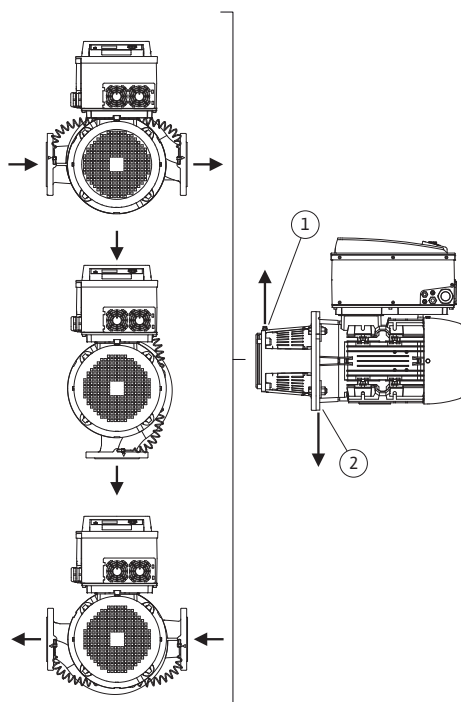

Fig. 14: Lubatud paigaldusasendid horisontaalse mootorivõlliga
Horisontaalse mootori võlli ja elektroonikamooduliga ülespoole (0°) lubatud paigaldusasendid on kujutatud joonisel Fig. 14.
Pumba õhueleemaldus on optimaalselt tagatud üksnes siis, kui õhueleemaldusklapp näitab üles (Fig. 14, pos 1).
Tekkiva kondensaadi saab puuraukude, pumba distantsääriku ja mootori (Fig. 14, pos 2) kaudu sihipäraselt ära juhtida.